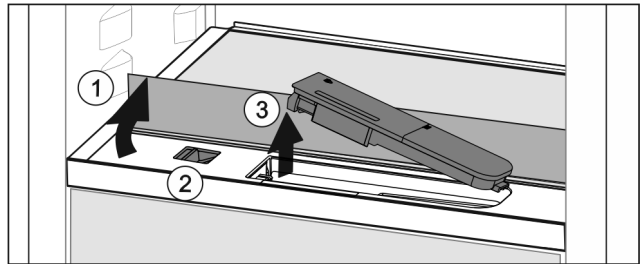

Fig. 152
- ▶ Повдигнете стъклената плоча и я завъртете до ограничителя назад *Fig. 152 (1)*.
- ▶ Преместете плъзгача *Fig. 152 (2)* наляво.
- ▶ Извадете резервоара за вода *Fig. 152 (3)*.